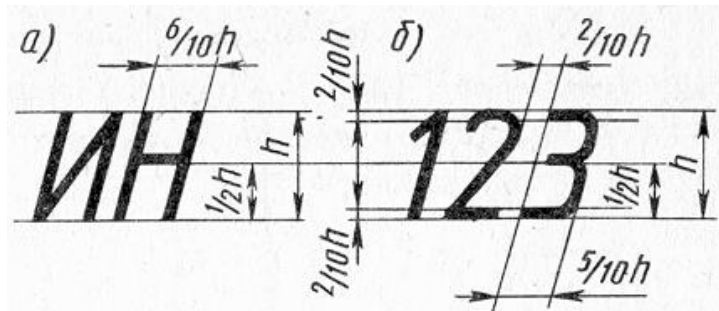

Рисунок 6 – Вычерчивание букв и цифр по вспомогательной сетке
Необходимо разметить тонкими линиями с наклоном 75° ширину каждой буквы и цифры и расстояние между ними. Образец вспомогательной сетки показан на рис. 6, а, б.
1. Выполните упражнения по написанию букв и цифр стандартным шрифтом в рабочей тетради. Предварительно начертите вспомогательную сетку для шрифта 10 по образцу на рис. 6. Определите ширину и высоту букв. Внимательно изучите конструкцию каждой буквы и цифры. Перепишите в тетрадь стандартным шрифтом буквы и цифры, приведенные на рис. 3.